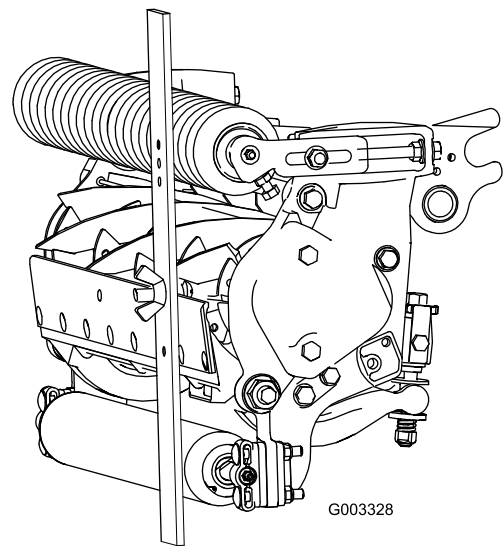

Figura 18
- Prenda a cabeça do parafuso à extremidade cortante da lâmina de corte e apoie a extremidade traseira da barra no rolo traseiro (Figura 18).
- Rode o parafuso de ajuste até que o rolo entre em contacto com a dianteira da barra indicadora (Figura 18). Ajuste ambas as extremidades do rolo até que todo o rolo esteja paralelo à lâmina de corte.